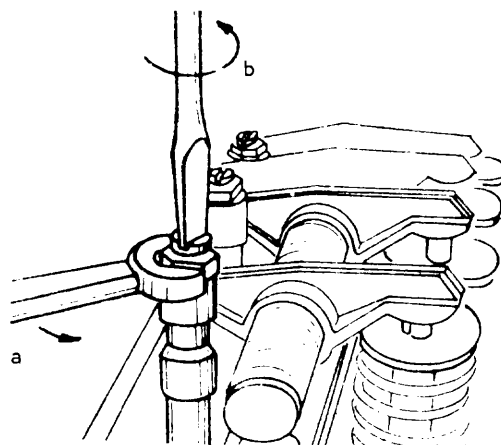

Fig. 1
- a Afloje la contratuerca (fig. 1-a).
- b Afloje el tornillo regulador (fig. 1-b).